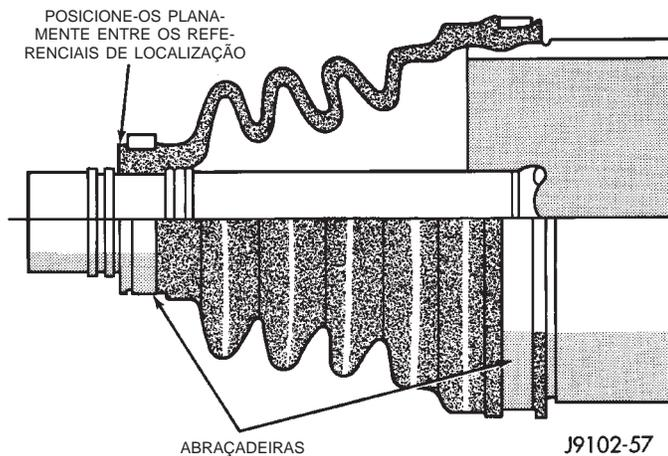

Fig. 6 Localizações das Abraçadeiras de Fixação da Coifa
(1) Remova o eixo propulsor do eixo do veículo.
(2) Remova a junta C/V externa.
(3) Remova a abraçadeira pequena da junta C/V externa e remova a coifa (Fig. 6).
(4) Remova as abraçadeiras da coifa da junta C/V interna e remova a coifa.
(1) Limpe as juntas C/V e o eixo eliminando todos os resquícios de graxa e materiais estranhos.
(2) Deslize a coifa da junta C/V interna ao longo e para cima do eixo e insira o ressalto localizado na extremidade do diâmetro pequeno da coifa no encaixe do eixo (Fig. 6).
(3) Retenha o pequeno diâmetro da coifa no eixo com uma abraçadeira do tipo graduada no encaixe da coifa (Fig. 6). Verifique se a coifa e o ressalto estão adequadamente posicionados no eixo intermediário. Posicione as lingüetas de localização da abraçadeira nas fendas e aperte a abraçadeira.
(7) Insira o ressalto pequeno no encaixe de localização no eixo de interconexão.
(8) Retenha o diâmetro pequeno da coifa no eixo com uma abraçadeira do tipo graduada no encaixe da coifa (Fig. 6). Verifique se a coifa e o ressalto estão posicionados corretamente no eixo intermediário. Posicione as lingüetas de localização da abraçadeira nas fendas e aperte a abraçadeira.